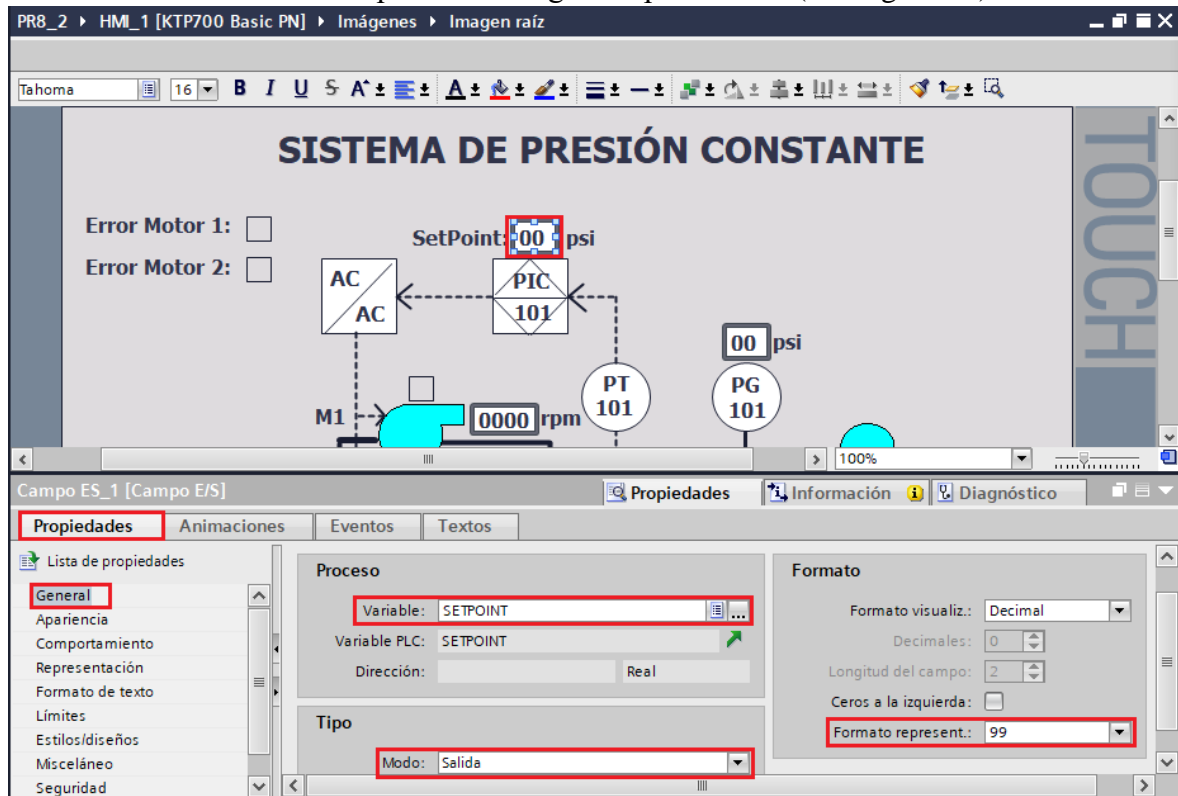

Figura 56. Configuración Campo E/S “SETPOINT”.
- En “Formato” / “Formato represent” escoger la opción “99” (ver Figura 56).